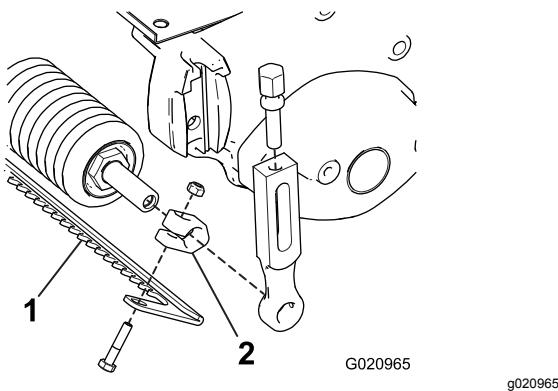

Figura 2
1. Coloque um grampo de eixo em cada extremidade do eixo do rolo (Figura 2).
4. Coloque o raspador entre o rolo dianteiro e a unidade de corte, como se mostra na Figura 2.
5. Instale, sem apertar, o raspador em cada grampo com um parafuso e uma porca (Figura 2). Não aperte.